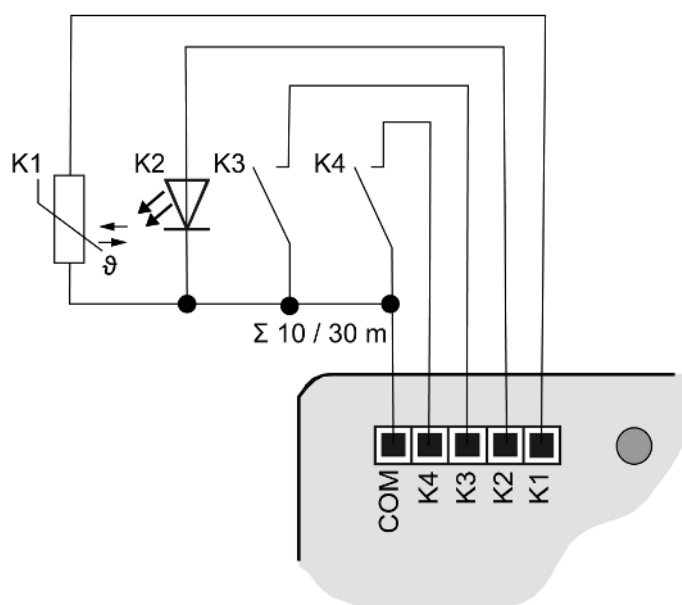
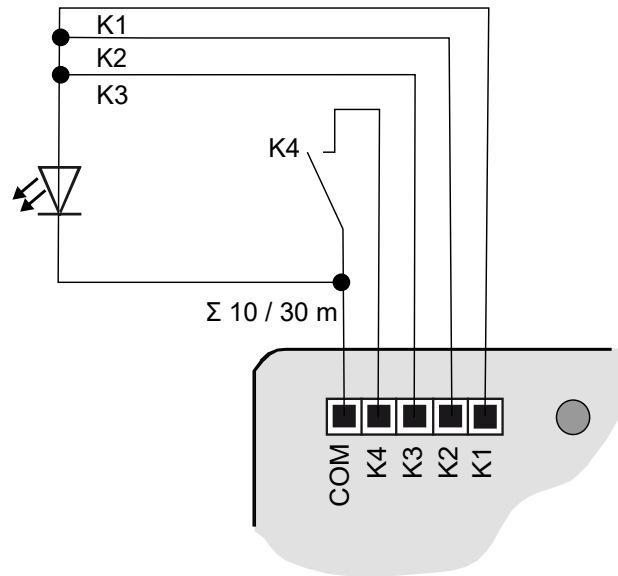

Figura 7: Ejemplo de conexión
Figura 8: Ejemplo de conexión con salidas conectadas en paralelo
- Opcional (sólo variante "Confort") (véase capítulo "Accesorios" ▶ Página 26): Pulsadores, interruptores, contactos. Conecte el LED o el NTC según los ejemplos de conexión utilizando los cables de conexión adjuntos. Los ejemplos de conexión (y (véase figura 8)) muestran el uso con entradas, salidas y sensores.
- Conecte pulsadores, interruptores, contactos, LEDs o NTC según los ejemplos de conexión con los cables de conexión adjuntos ((véase figura 7) y (véase figura 8)). Los ejemplos de conexión muestran el uso con entradas, salidas y sensores.
Posibilidad de conexión en paralelo de salidas, para consumidores con un mayor consumo de corriente. En el ejemplo (véase figura 8) **K1-K3** están conectadas en paralelo.